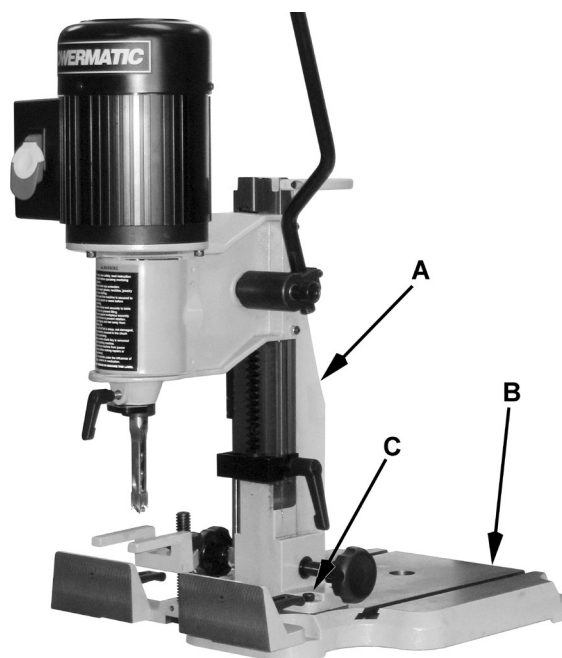

Figure 15
En vous référant à la figure 15 :
1. À l'aide d'une clé hexagonale de 4 mm, déposez les quatre vis, les *rondelles de blocage* et les *rondelles plates (C)*
**Remarque :** une seule vis est visible sur la Figure 15.
2. Faites pivoter la colonne (A) à 180°.